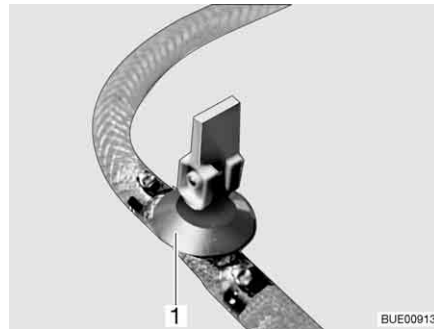
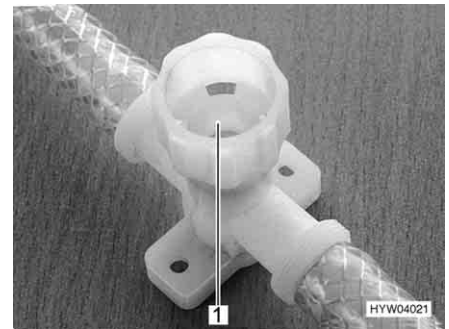

Fig. 151 Robinet de vidange (avec levier à bascule)
Fig. 152 Robinet de vidange (avec capuchon tournant)
- Fermer tous les robinets de vidange. Placer pour ce faire le levier à bascule (Fig. 151,1) à l'horizontale ou faire tourner le capuchon du robinet de vidange (Fig. 152,1) dans le sens des aiguilles d'une montre.